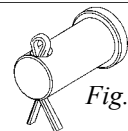

Fig. 16.1.b
7. Abaissez le tube adaptateur et fixez-le à la bague à cardan du mécanisme inférieur. Posez les paliers comme illustré fig. 16.1.c. Serrez les vis ① fermement. Serrez les vis de blocage ②.